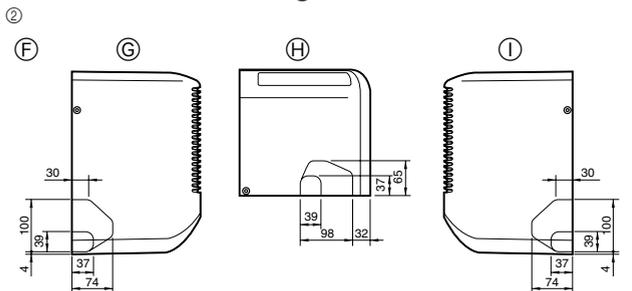

Fig. 4-3
- ② Festlegung der Position der Ausbrechöffnungen am Gerätekörper (Fig. 4-3)